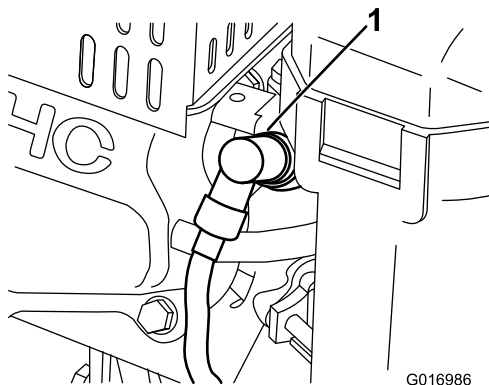

Figura 27
1. Retire o cabo da vela moldado (Figura 27).